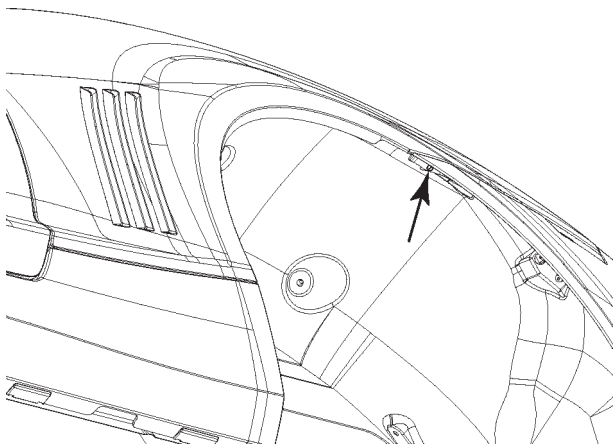

FIGURE 3
- Retirer le boulon du passage de roue à l'aide de la douille de 7 mm. Un par côté. Conserver. Se reporter à la Figure 3.
19. Placer les couvercles de feux rouge arrière gauche et droit en place, et fixer à l'aide des rivets-vis. Se reporter à la Figure 3.